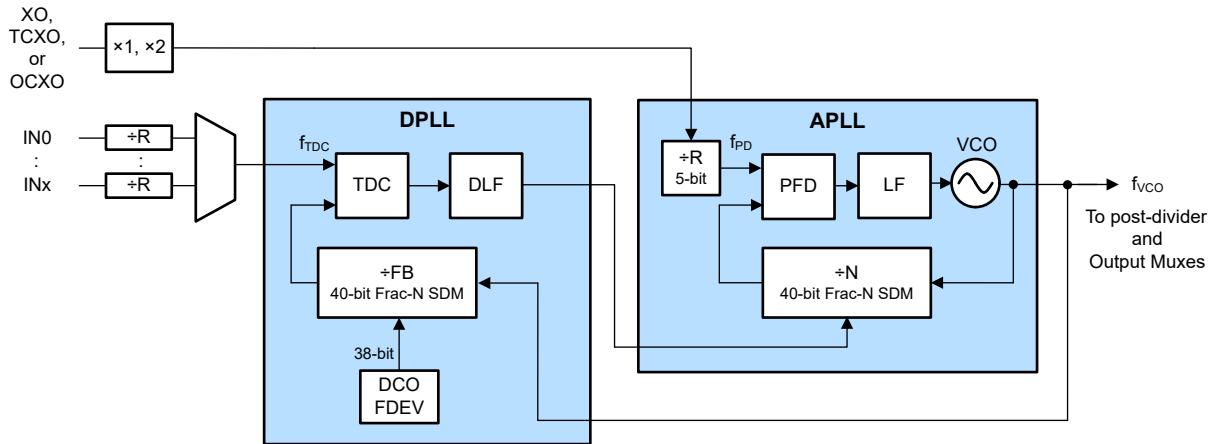

図 1-1. ネットワーク シンクロナイザの一般的なブロック図
APLL は、入力に同期した出力クロックを生成するために使用されるクロッキング デバイスです。通常、APLL リファレンスは、水晶発振器 (XO)、温度制御発振器 (TCXO)、またはオープン制御発振器 (OCXO) のいずれかによって供給されます。図 1-1 に、デジタルフェーズロックループ (DPLL) と APLL のペアで構成されるネットワーク シンクロナイザのブロック図を示します。APLL 入力クロックは、フリーランまたは長期ホールドオーバー時の PLL 出力クロックの周波数精度と安定性を提供します。